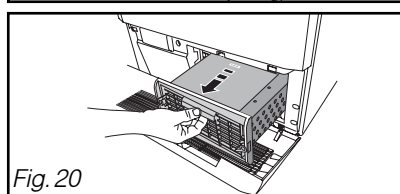

Fig. 20
- Retirez-le délicatement (Fig. 20).